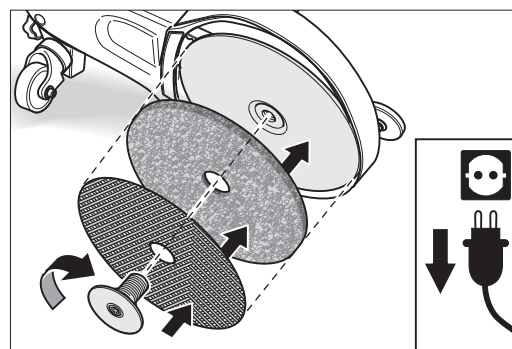

Abb. 49: Zuerst das Randschleifpad und dann das Schleifgitter auflegen und die Papierspannschraube handfest anziehen.
- 5 Legen Sie ein Randschleifpad und anschließend ein Schleifgitter auf den Schleifteller. Stecken Sie die Papierspannschraube in den Schleifteller. Achten Sie darauf, dass das Pad und das Gitter möglichst zentrisch auf dem Schleifteller befestigt werden (Abb. 49).